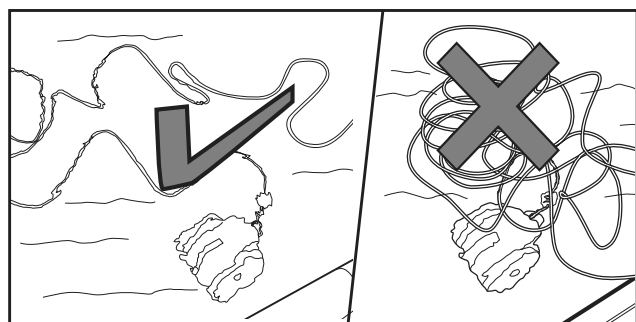

Figure 5. Étendre le câble de flottaison à la surface de la piscine
2. Étendre le câble de flottaison à la surface de la piscine, puis s'assurer que le câble n'est pas noué ni emmêlé. Se référer à la Figure 5.